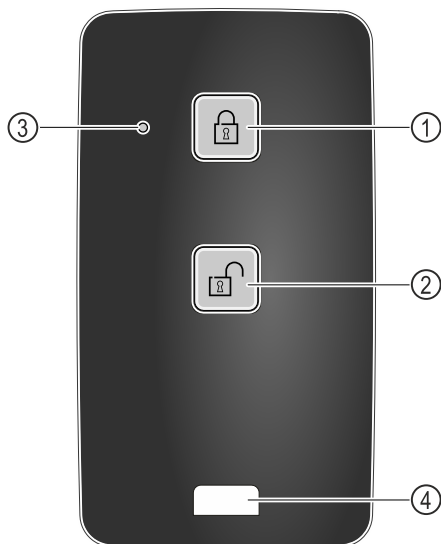

Fig. 212
- (1) Užrakto užrakinimas
- (2) Užrakto atrakinimas
- (3) Būsenos šviesos diodas
- (4) Tvirtinimo aša
- ▶ Paspauskite mygtuką Fig. 212 (1) ant nuotolinio valdymo pulto.
- ▶ Paspauskite mygtuką Fig. 212 (2) ant nuotolinio valdymo pulto.
- ▶ Paspaudus mygtuką, būsenos šviesos diodas Fig. 212 (3) duoda vaizdinį atsaką.
- ▶ Ašos Fig. 212 (4), skirtos tvirtinti nuotolinio valdymo pultą, pavyzdžiui, prie raktų ryšulio.